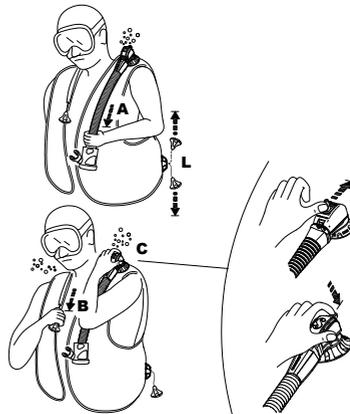

Abb. 7
- a. sanftes Ziehen an der Schlaucheinheit (Abb. 7 - A).
- b. auf den Knopf drücken, der aus dem Ventilgehäuse ragt (Abb. 7 - C) (patientiert): Dieses System kann auch dazu verwendet werden, um bei einem anderen in Probleme geratenen Taucher das Jacket zu entlüften (Panik, Anfänger, Bewusstlosigkeit usw.).
- Das SCUBAPRO® Dual Manual Dump-Ventil (Patent) verfügt über einen manuellen Sicherheitsknopf (Abb. 7-C), der auf Druck Luft ausströmen lässt, wenn das manuelle Ablasssystem versagt (gebrochenes Kabel, Stift usw.) oder wenn Air 2 zum Atmen verwendet wird.
Schulterventil (Abb. 7 - B)
Das Ventil auf der rechten Schulter, sofern vorhanden, wird durch sanftes Ziehen am Zugknopf, der über ein Zugseil mit dem Ventil verbunden ist, aktiviert (Abb. 7-B). Die Ventile müssen beim Aktivieren in einer höheren Position sein, als die Luftblase im Tarierjacket. Aktivieren Sie das Ablassventil, bis die gewünschte Luftmenge ausgeströmt ist. Zum Schließen des Ventils hören Sie zu ziehen/drücken auf (Abb. 7-B).
Unteres Ablassventil (Abb. 7 - L)
Die Ablassvorrichtungen mit dem maximalen Luftauslass sind das Schulterventil (Abb. 7 - B) und das untere Ventil (Abb. 7 - L).